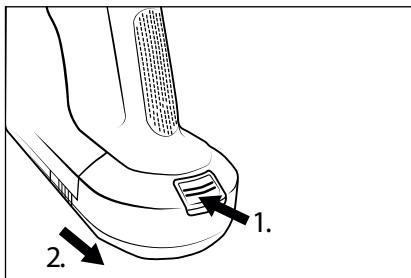

Fig. 13
- Per rimuovere la batteria ② dall'apparecchio, tenere premuto il tasto di sblocco batteria ① e sfilare la batteria ② dall'apparecchio (vedere fig. 13).